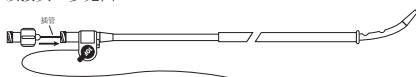

图 5
- 在将金属硬化套管放入导管之前，将猪尾矫直器沿导管移至远端以拉直猪尾部分。将金属硬化套管放入导管，然后拧紧塞鲁尔锁接头。参见图 5。